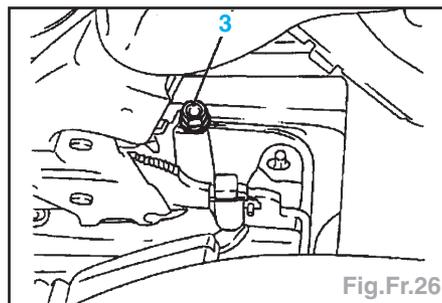

Fig.Fr.26
- L'écrou (3) doit être remis dans sa position initiale (si nécessaire, tourner l'écrou de réglage en sens inverse) (Fig.Fr.26).